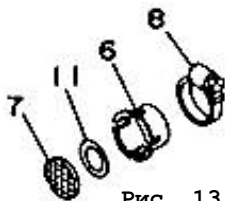

Рис. 13.
9.3.8. Демонтировать сетку искрогасителя поз. 7 (рис. 13) выпускного отверстия поз. 8 (рис. 1), ослабив хомут крепления поз. 8 (рис. 13). Удалить загрязнения механическим способом. Установить сетку на штатное место, затянуть хомут. При обнаружении повреждений сетку заменить оригинальной EG-N168-L11.